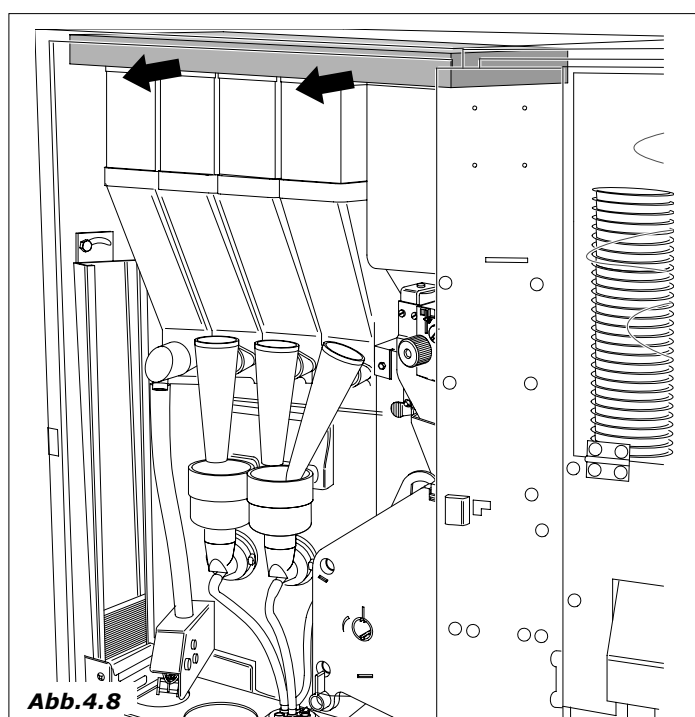

Abb.4.8
- den Styropor-Schutz von den Produktbehältern abnehmen (Abb. 4.8)